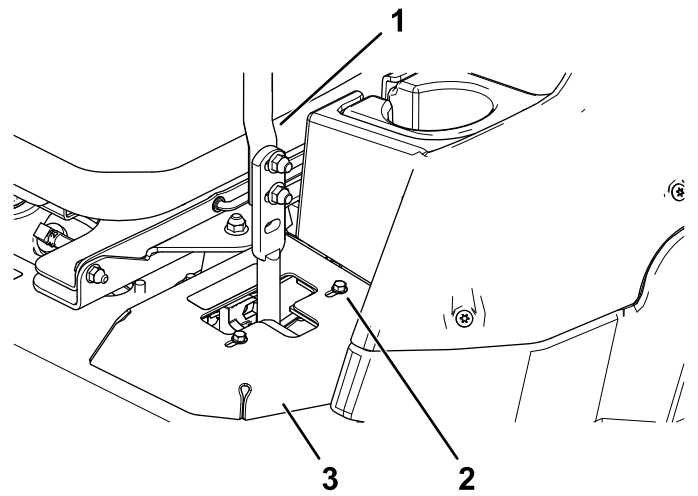

Рисунок 51
- Якщо пристрій рухається вправо, ослабте болти та відрегулюйте ліву обмежувальну пластину в крайньому задньому положенні на лівому Т-подібному пазі, доки пристрій не буде рухатись прямо (Рисунок 51).
- Якщо пристрій рухається вліво, ослабте болти та відрегулюйте праву обмежувальну пластину в крайньому задньому положенні на правому Т-подібному пазі, доки пристрій не буде рухатись прямо (Рисунок 51).
8. Затягніть обмежувальну пластину (Рисунок 51).